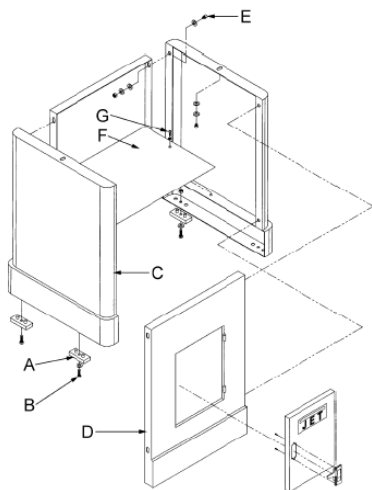

Рис. 1
Закрепите четыре резиновых основания (А) Рис. 1 на боковой стороне станины с помощью 4 винтов, 4 шайб и 4 шестигранных гаек.
Скрепите боковые части (C) Рис. 1 и переднюю панель (D) с помощью 4 шестигранных болтов, 8 шайб, 4 гроверов и 4 шестигранных гаек (E). Закрепите полку (F) двумя винтами M5 (G) с двумя гроверами. Закрепите заднюю стенку и перед тем, как затянуть все болты, проследите, чтобы станина устойчиво стояла на ровной поверхности.